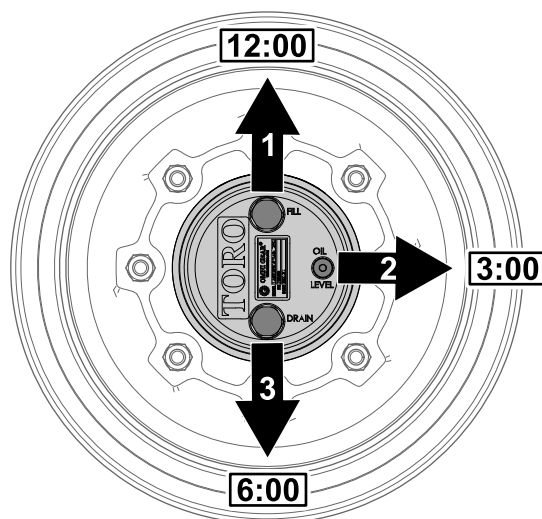

Figure 72
1. Garez la machine sur une surface plane et horizontale, puis tournez la roue de sorte que le bouchon de remplissage soit à la position 12 heures, le bouchon de contrôle soit à la position 3 heures et le bouchon de vidange soit à la position 6 heures (Figure 72).
- Retirez le bouchon de contrôle à la position 3 heures (Figure 72).
soit à la position 6 heures ; voir Figure 72 sous Contrôle du niveau de lubrifiant du train planétaire (page 76).